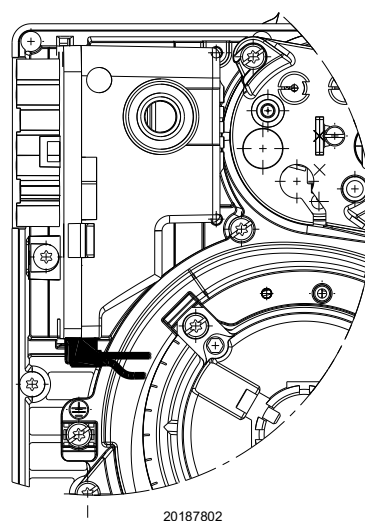

Fig. 19
- Verificar a inserção correta das conexões das ligações seguindo a simbologia indicada no fundo do aparelho de controlo de chamas: garanta que as conexões estão totalmente inseridas empurrando-as até o fundo, cada uma na própria posição. Todos os conectores devem ter os cabos de ligação virados para o interior do queimador (Consulte Fig. 19).